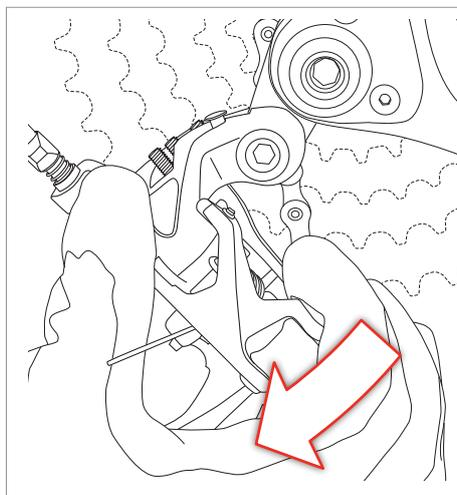
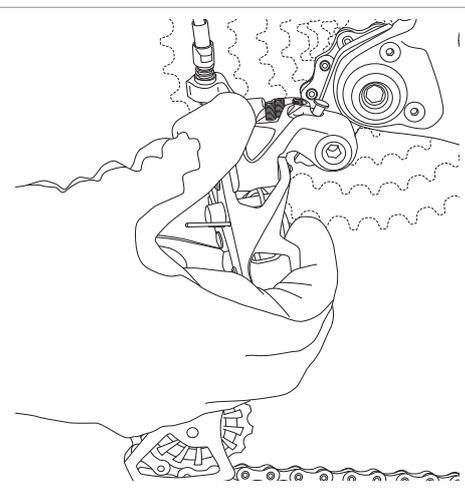

Fig.1
Fig.2
- Gire el cambio en sentido horario (Fig.1) hasta bloquearlo en posición retrasada (Fig.2). El pulsador de bloqueo del balancín saltará automáticamente. Ahora puede proceder a desmontar la rueda trasera.
- Para desmontar las ruedecillas, desenroscar el tornillo (M - Fig. 1) (llave allen de 3 mm).
Las dos ruedecillas son diferentes: en la parte superior se monta la ruedecilla (Fig. 1) marcada "UPPER" (con juego lateral); en la parte inferior se monta la ruedecilla (Fig. 1) marcada "LOWER".